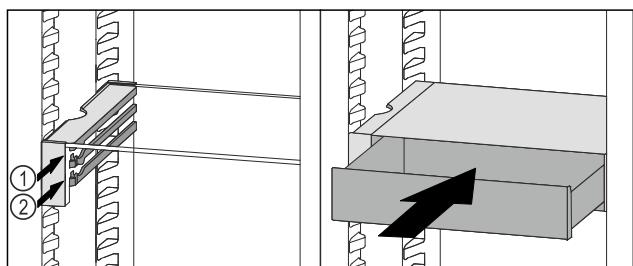

Fig. 120
- ▶ Placer le tiroir VarioSafe derrière les butées sur la nervure désirée Fig. 120 (1) ou Fig. 120 (2).